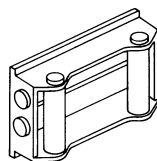

Figura 18
- EQUIPAR EL CABRESTANTE CON UN ESCOBÉN CON RODILLOS reducirá sustancialmente el desgaste del cable de alambre durante sesiones de tirado en ángulo (Figura 18). Los rodillos eliminan el roce pesado y las abrasiones sufridas por el cable de alambre .